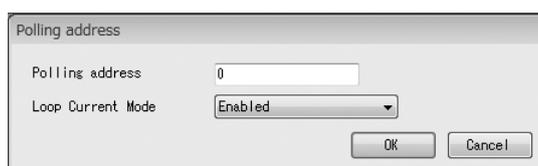

図101
- ① メニューの「Setup(S)」>「Polling address」をクリックすると、次のウィンドウ(図101)が表示されます。